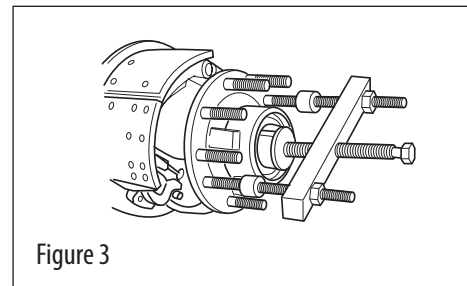

Figure 3
- a. Si le moyeu est difficile à enlever parce que le joint est coincé sur l'axe, utilisez un extracteur mécanique pour retirer le moyeu (voir figure 3).